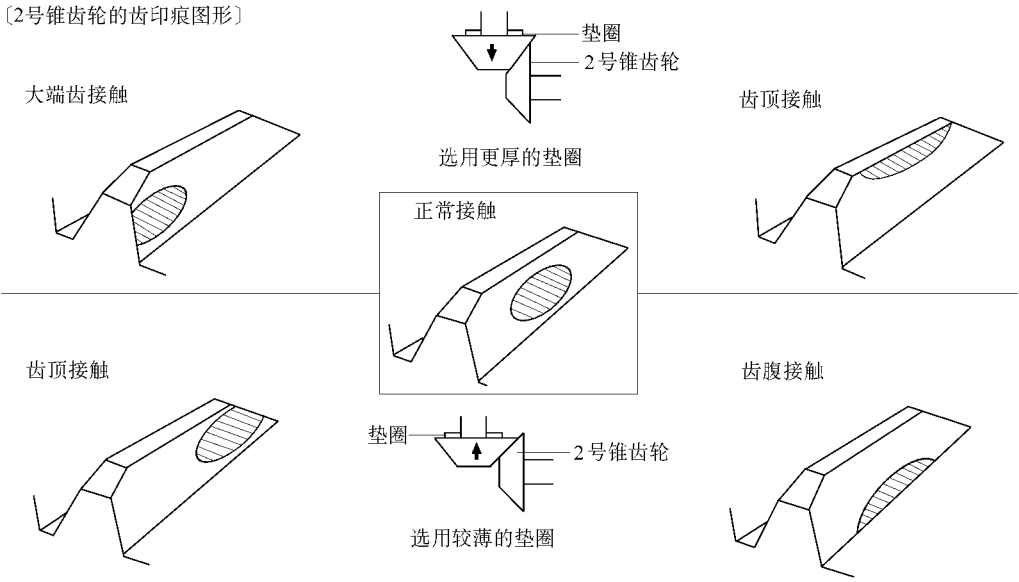

图 16－101 检查 2 号锥齿轮的齿印痕图形
- 3) 检查 2 号锥齿轮的齿印痕图形，如图 16－101 所示。
- (10) 安装小齿轮轴承调整螺钉锁紧螺母，如图 16－102 所示。
(11) 向转向机壳注入二硫化钼锂基润滑脂。
(12) 安装壳体盖板。按图 16－103 所示，在盖板上涂敷密封胶，用 5 个螺栓装上盖板。